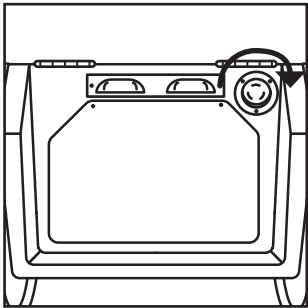

Fig. 3
2. Conecte el cable alargador a la toma situada en la parte posterior de la unidad (Fig. 3) y gírelo en el sentido de las agujas del reloj para bloquearlo.